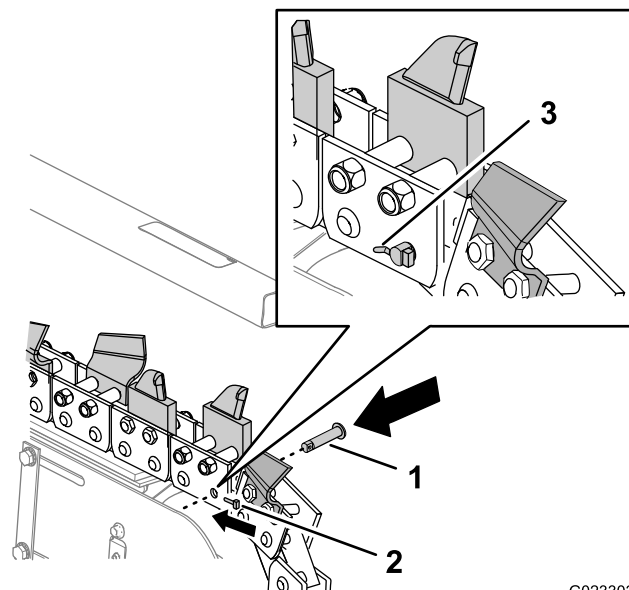

Figura 42
2. Gire la cadena excavadora hasta que el pasador maestro esté posicionado en la parte superior de la rueda tensora de la espada (Figura 42).
- Enderece o recorte el extremo del pasador de seguridad y retire el pasador (Figura 42).
- Retire el pasador maestro y el rodillo del pasador maestro (Figura 42).
6. Posicione el pasador maestro, con el taladro del pasador paralelo a las placas de la cadena situadas por delante de la rueda tensora (Figura 42).
8. Introduzca el pasador de seguridad a través del pasador maestro con la cabeza del pasador hacia la rueda tensora (Figura 42).
10. Doble el extremo del pasador de seguridad 30°–45° hacia abajo (Figura 42).
4. Alinee el taladro del rodillo de un eslabón con los taladros de las placas interiores del extremo de la cadena (Figura 42).
5. Alinee los taladros de las placas interiores y del rodillo de la cadena con los taladros de las placas exteriores del otro extremo de la cadena (Figura 42).